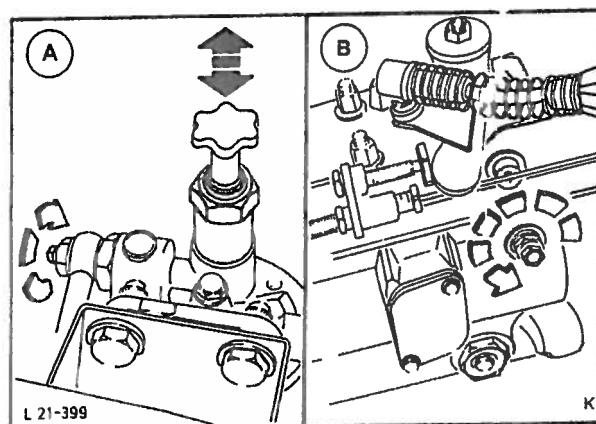

Fig. 33 Lufting av brennstoffsystemet.
33. Luft brennstoffsystemet ved filteret og på innsprøytningspumpen (fig. 33). Monter panseret og juster tilpassingen. Monter vindusspylerens slanger.